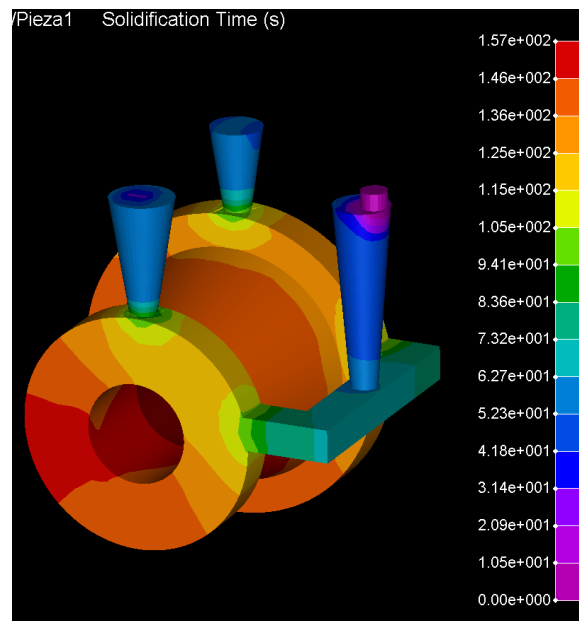

Figura 5.44
- *Shrinkage*: proporciona información sobre la contracción en la aleación. Se observa las contracciones que sufre la pieza cuando ya se ha solidificado (ver figura 5.44).
En esta opción se muestra de forma gráfica cuanto tiempo tarda en solidificarse cada zona de la pieza (ver figura 5.44).